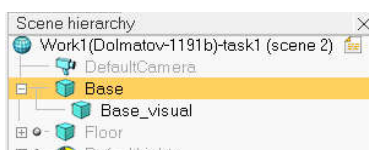

Рис. 2. Организация иерархии между объектами сцены
6. В окне иерархии сцены поместите курсор над объектом «*Base\_visual*» и нажав левую кнопку мыши переместите его на объект «*Base*». Отпустите левую кнопку мыши. Теперь объект «*Base\_visual*» должен стать дочерним по отношению к объекту «*Base*». В окне иерархии объектов «*Base\_visual*» станет подобъектом «*Base*» (рис. 2).